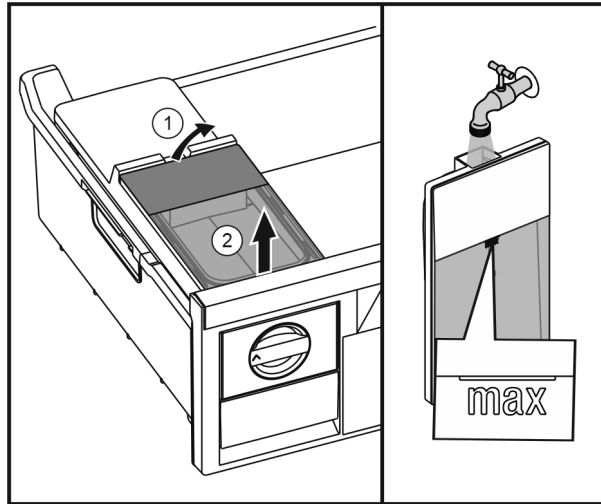

Fig. 43
- Soulever le réservoir d'eau depuis l'arrière Fig. 43 (1) et l'enlever vers le haut Fig. 43 (2).